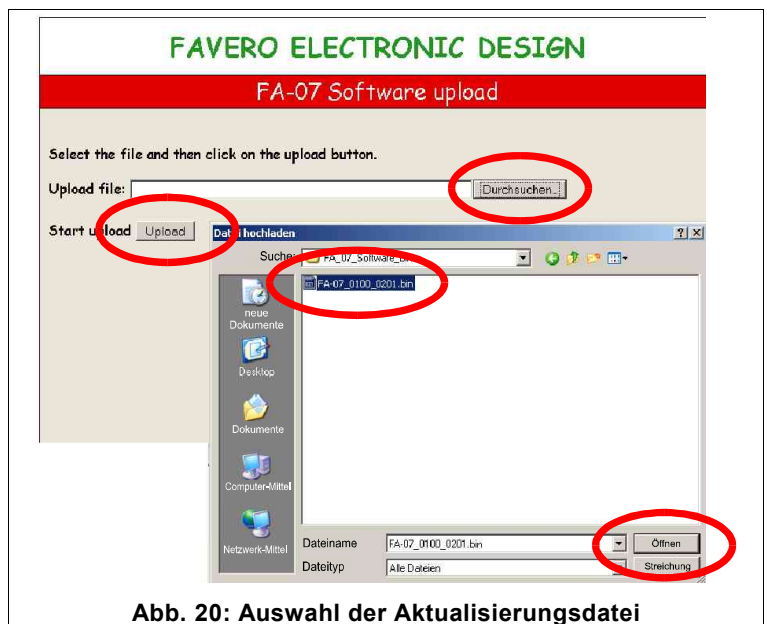

Abb. 20: Auswahl der Aktualisierungsdatei
6. Daraufhin erscheint auf Ihrem PC eine Seite (siehe Abb. 20), in der Sie mit der Maus auf „**Durchsuchen...**“ klicken, um die Ordner des PC zu öffnen und die vorab gesicherte Datei mit der Aktualisierung (des Typs „FA-07\_0100\_0201.bin“) auswählen. Zur Bestätigung der Auswahl auf „**Öffnen**“ klicken.